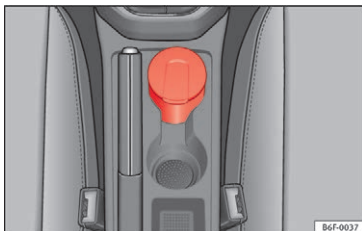

Fig. 159 Askebæger i midterkonsollen
- Løft afdækningen for at åbne askebægret » Fig. 159.